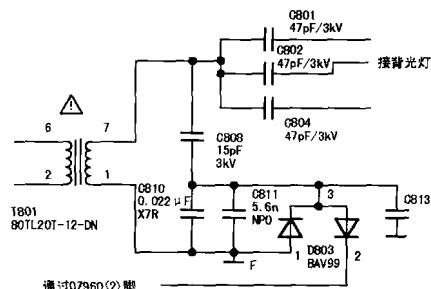

图 1-12 过压保护电路
过压保护:此保护电路由②脚内外电路组成,如图1-12所示。逆变器次级端感应电压经C808、C810、C811分压后,经D803(另一级为D812)双向整流、C813滤波后,送入OZ960②脚,此脚电压达到门限电压2V时,